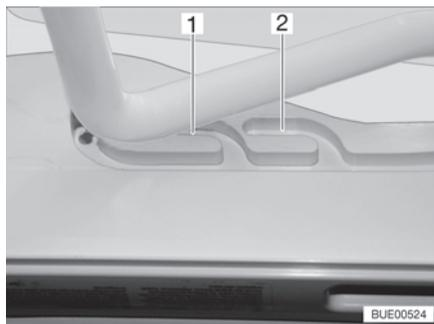
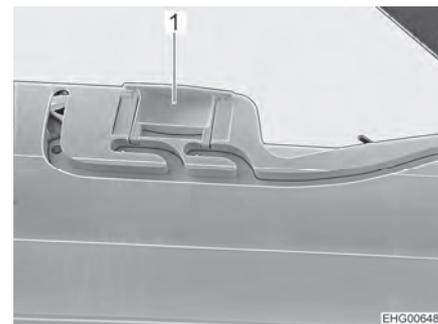

Fig. 31 Guida (posizione di ricircolo d'aria)
Fig. 32 Bloccaggio (posizione di ricircolo d'aria)
È possibile portare l'oblò Heki in due posizioni di ricircolo d'aria: Posizione brutto tempo (Fig. 31,1) e posizione centrale (Fig. 31,2). A seconda del modello, l'oblò può essere bloccato sulla posizione centrale del suo telaio con i due chiavistelli (Fig. 32,1) di sinistra e destra.
- Premere la staffa leggermente verso l'alto, spingerla nella guida selezionata (Fig. 31,1 o 2) ed eventualmente bloccarla.